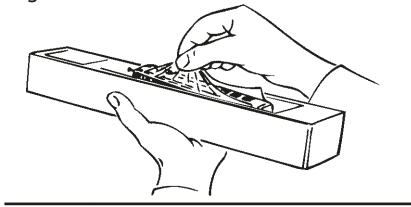

Fig. 2
**Aufrüstung:** Sie können für Ihren Fahrbetrieb unter verschiedenen Kupplungen wählen (Fig. 2). Wir empfehlen den Einsatz der ROCO-Kurzkupplung.
Im beigelegten Zurüstbeutel finden Sie auch kleine vorbildgetreue Steckteile für eine erweiterte Aufrüstung Ihres Modells (Fig. 2), die Sie bitte **vorsichtig montieren**. **Achtung!** Kleben nur mit ausdrücklichem Hinweis.
**Fittings:** Operation is possible with different couplings (fig. 2). We recommend using the ROCO close coupling. In the enclosed accessory bag you will find small kits to be fitted on your locomotive. Please **mount them cautiously**.
**Attention!** Use glue only if indicated (fig. 2).
**Montering av extra detaljer:** Välj mellan två-koppeltyper för ditt lok (fig. 2). Påsen som medföljer modellen innehåller prototypriktiga detaljer som försiktigt kan monteras på loket för ett mera realistisk utseende (fig. 2). OBS! Använd lim endast om så markeras på ritningen (fig. 2).